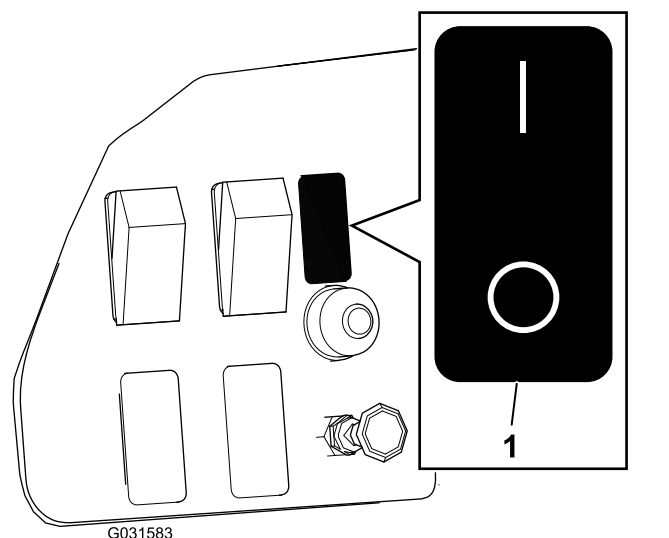

Figura 3
4. Attaccate l'adesivo sul cruscotto, vicino all'interruttore (Figura 3).